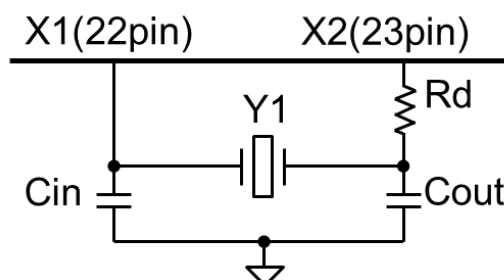

Figure 2-4 水晶発振回路の接続例
- ・ 水晶発振回路の接続例を Figure 2-4 に示します。